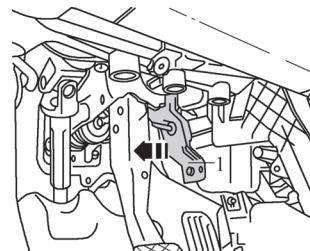

图 5-34 按压支架
4) 沿图 5-34 所示箭头方向按压支架 1，并用电缆扎带固定。